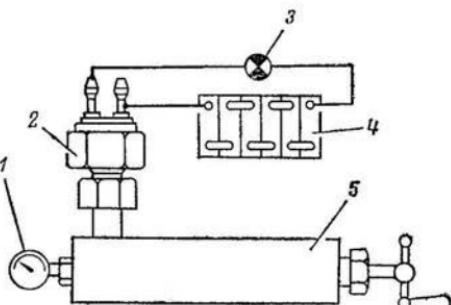

Рис. 154. Схема проверки включателя стоп-сигнала:
**Включатель стоп-сигнала.** Для проверки включателя собрать схему, показанную на рис. 154. Включатель 2 установить в гидравлический насос 5, создающий давление 6 кГ/см2. Насос должен быть заправлен тормозной жидкостью.